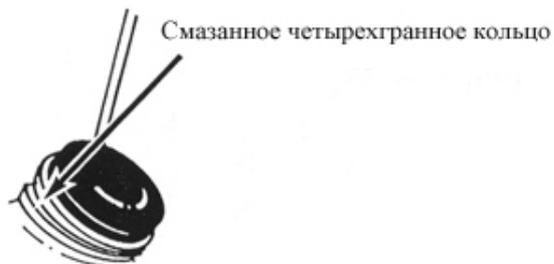

Рис.8
3. Смажьте четырехгранное кольцо (рис. 8).